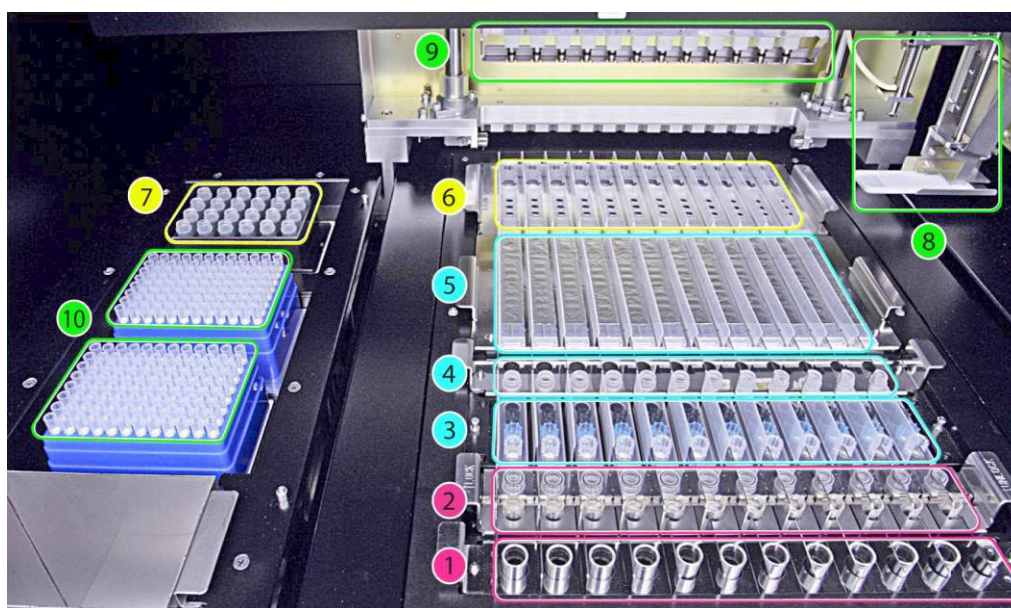

Figura 1: area di caricamento di «**ELITE InGenius**».
Visione d'insieme dello strumento «**ELITE InGenius**» (Figura 1).
La Figura 1 mostra la posizione del rack dei tubi primari campioni (1), la posizione del rack Extraction tube + cap (2), la posizione del rack puntali (3), la posizione del rack dei tubi di eluzione (Elution tube) (4), la posizione del rack della cartuccia di estrazione (5) e la posizione del rack della cartuccia PCR (6), la posizione del blocco reagenti PCR e Controllo Interno (Inventory Manager) (7), i due sistemi di dispensazione del campione e dei reagenti (8, a canale singolo, 9, a canali multipli), le posizioni dei puntali (10) e il contenitore per rifiuti in basso a sinistra.
6. Confermare che i reagenti siano sufficienti per il numero di test selezionati e che siano collocati correttamente nella posizione 7 Inventory Manager (cfr. Pagina 10, Figura 1), come indicato sullo schermo, premere il pulsante "Next" (Successivo).
7. Caricare un numero sufficiente di puntali nella posizione 10 (cfr. Pagina 10, Figura 1).
9. Caricare le cassette PCR nella posizione 6 (cfr. Pagina 10, Figura 1).
11. Caricare le Extraction Cartridge nella posizione 5 (cfr. Pagina 10, Figura 1). Verificare visivamente le cartucce di estrazione per accertarsi che le particelle magnetiche (beads) si risospendano correttamente; se non si risospendono immediatamente, agitare vigorosamente oppure effettuare una breve miscelazione con vortex (vedere “Risoluzione dei problemi”).
13. Caricare la quantità richiesta dei tubi di eluzione (Elution tube) nella posizione 4 (cfr. Pagina 10, Figura 1).
15. Caricare la quantità richiesta di puntali nella posizione 3 (cfr. Pagina 10, Figura 1).
17. Caricare la quantità richiesta di Extraction Tube nella posizione 2 (cfr. Pagina 10, Figura 1).